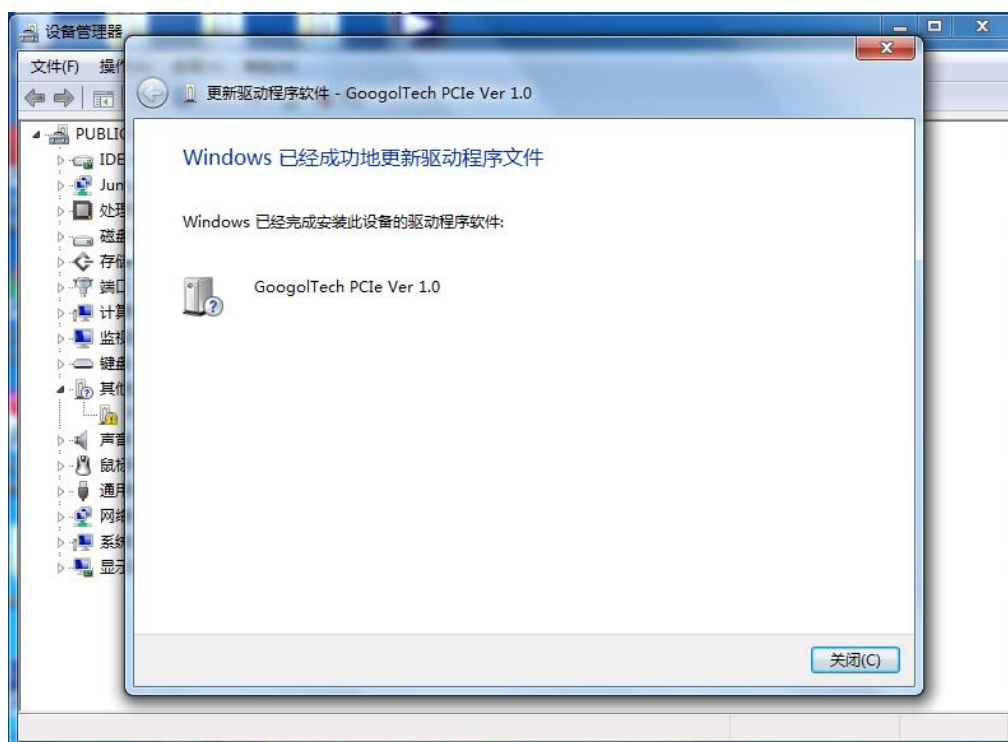

图 2-16 运动控制卡驱动程序安装界面 6
- (6) 驱动安装成功后，弹出如图 2-16 所示的提示界面，点击【关闭】按钮，在设备管理其中